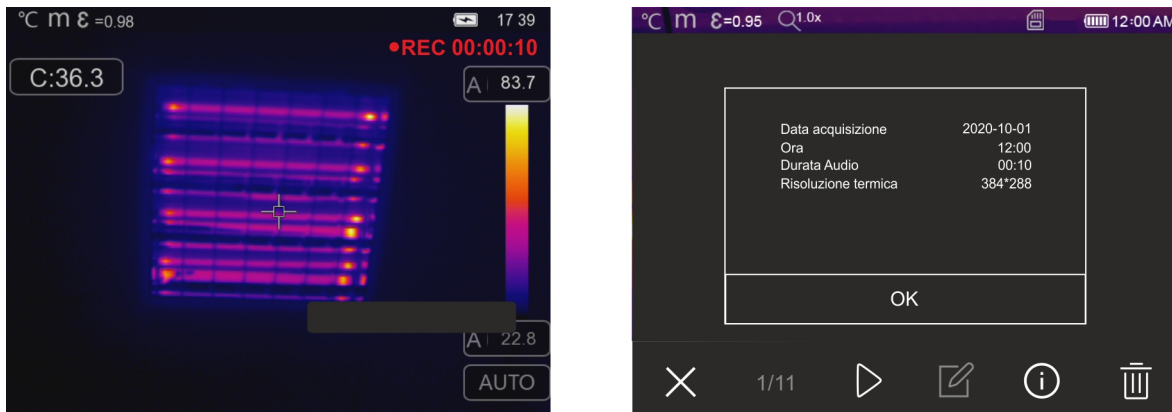

Fig. 46: Registrazione video IR
1. **Premere e tenere premuto il tasto T (Trigger) per almeno 2s.** L’indicazione “REC” e il tempo di registrazione sono mostrati nella parte alta ad indicare la registrazione in corso (vedere Fig. 46)